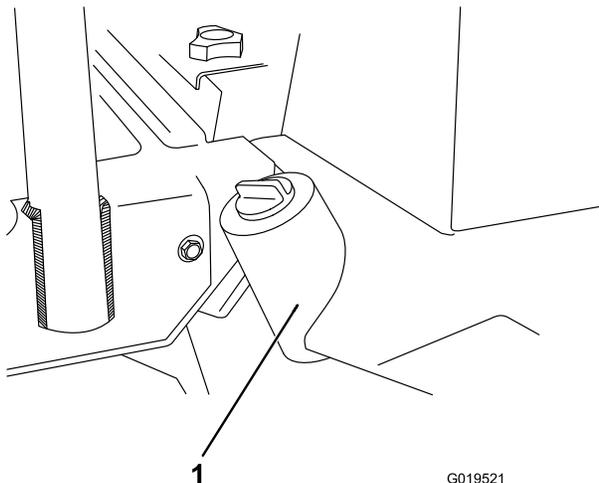

Figure 74
2. Retirez le bouchon de vidange au fond du réservoir (Figure 74) et laissez couler le liquide hydraulique dans un bac de vidange. Revissez le bouchon de vidange en place lorsque tout le liquide s'est écoulé.